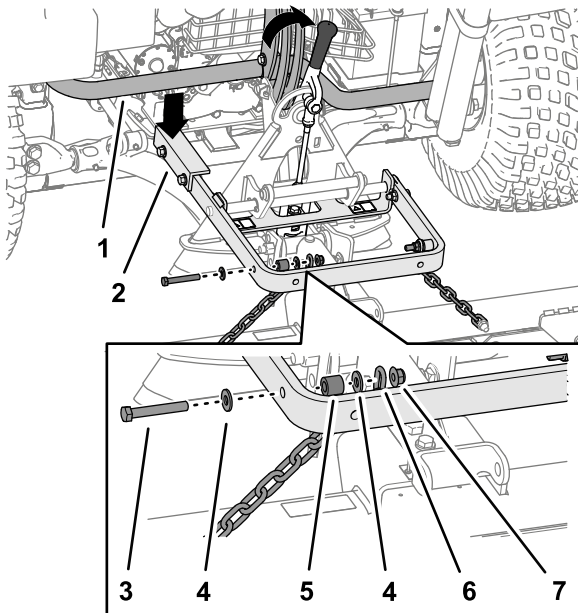

Figure 7
Important: Le long bras de l'ensemble bras de levage doit se trouver sous l'ensemble châssis arrière du groupe de déplacement (Figure 7).
Soulevez toujours l'accessoire par la poignée située au dos de l'adaptateur (Figure 7).
5. Fixez le maillon supérieur de chaque chaîne à l'extérieur du bras de levage (Figure 7) au moyen d'un boulon (3/8" x 2 1/2"), 2 rondelles (3/8" x 7/8"), une entretoise et un contre-écrou (3/8").